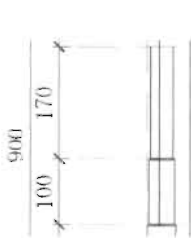

图 6-73
(6) 使用相同的方法将绘制的线段进行倒角, 倒角距离同样为 2.5mm, 然后捕捉倒角后的线段端点向上绘制直线与辅助线相交, 如图 6-73 所示。